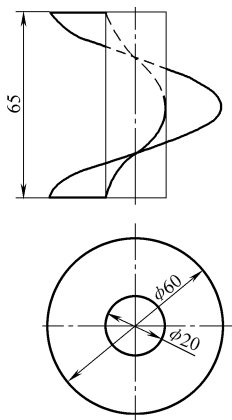

图 3-15
4. 图 3-15 所示为外导圆直径 $D = 60\text{mm}$ 、内导圆直径 $d = 20\text{mm}$ 、导程 $P_h = 65\text{mm}$ 、旋向为右旋的单周螺旋面。试用三角形展开法对其进行近似展开。